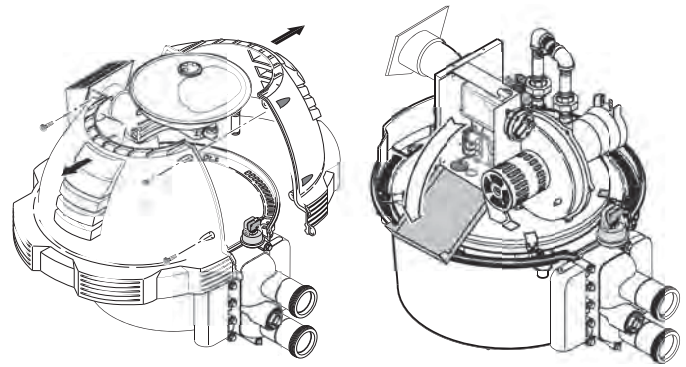

Figura 24.
2. Remueva los pernos y separe las mitades de la sobrecubierta, (ver Figura 24).